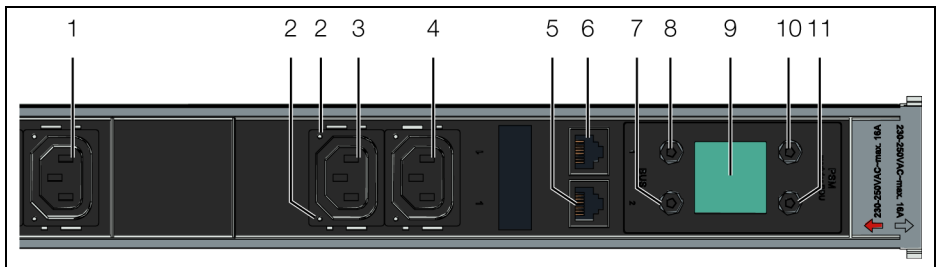

Abb. 3: Bedien- und Anzeigeelemente sowie Anschlüsse
Die Bedien- und Anzeigeelemente sind in Abb. 3 dargestellt. Die Anzeigerichtung des Displays sowie die Belegung der vier Tasten seitlich neben dem Display richten sich nach der Montagerichtung des PSM Messmoduls. In der Legende zu Abb. 3 ist die Tastenbelegung für den Montagefall dargestellt, dass die Steckplätze des PSM Messmoduls unterhalb des Displays liegen. Je nach Ausrichtung der PSM Stromschiene ändert sich die Belegung der Tasten 6 und 7 sowie 9 und 10 entsprechend. Die aktuelle Belegung der Tasten wird am Display angezeigt.
Unabhängig von der Montagerichtung bleibt die Nummerierung der einzelnen Steckplätze des Messmoduls **gleich**. Der Steckplatz Nr. 1 ist immer der Steckplatz, der direkt unterhalb bzw. oberhalb des Displays liegt (Abb. 3, Pos. 3).
- Verbinden Sie das PSM Messmodul über ein CAN-Bus-Verbindungskabel mit der CMC III Processing Unit bzw. den benachbarten Elementen im CAN-Bus (Abb. 3, Pos. 4, 5).
- Schließen Sie weitere PSM Messmodule, die in derselben PSM Stromschiene installiert sind, z. B. über das CAN-Bus-Verbindungskabel aus dem Lieferumfang an (Abb. 3, Pos. 4, 5).